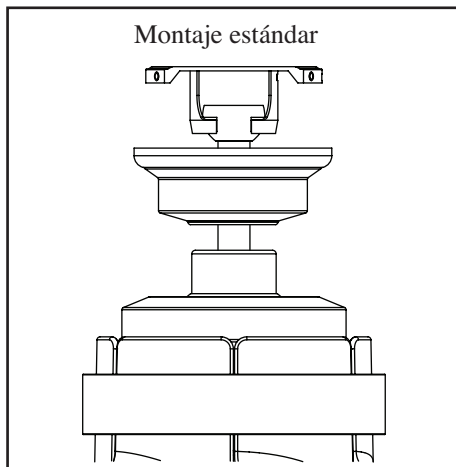

Figura 12
4. Con cuidado alza el conjunto del ventilador hasta el soporte de montaje en el techo. Asegúrate de que la pestaña en el soporte de montaje esté bien asentada dentro de la ranura de la bola de soporte. (Figura 12)